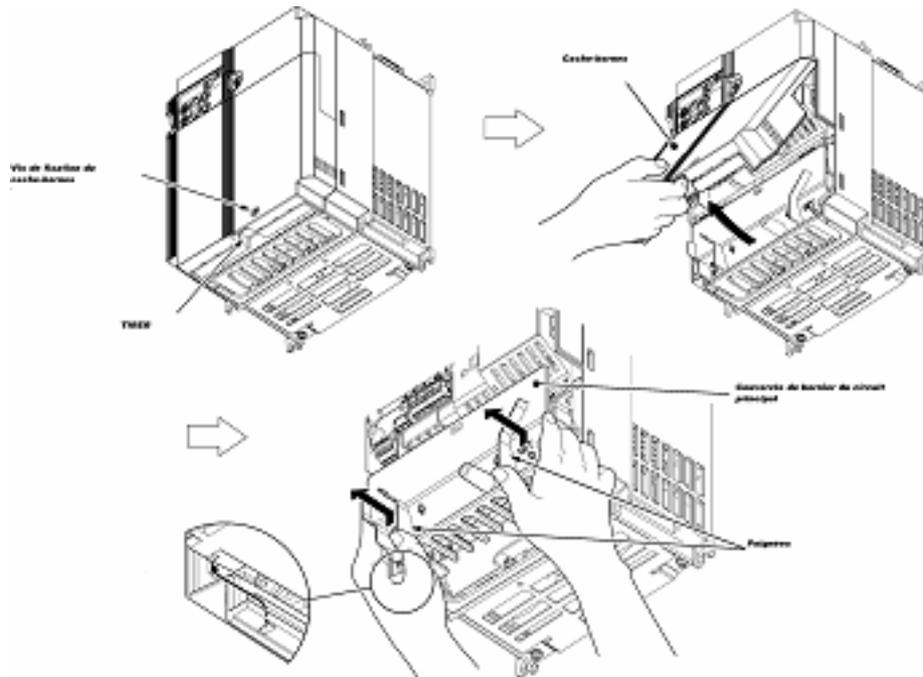

Figure 3.2 Retrait des couvercles (pour les variateurs ayant une capacité de 5,5 kW et de 7,5 kW)
(2) Pour les variateurs ayant une capacité de 5,5kW et de 7,5 kW
- ① Pour retirer le cache-bornes, desserrez d'abord les vis de fixation, mettez vos mains dans la fossette du cache-bornes (indication « PULL »), et tirez-la alors vers vous.
- ② Pour retirer le couvercle du bornier du circuit principal, mettez vos pouces sur les poignées du couvercle du bornier du circuit principal, et enfoncez-les en le soutenant avec vos doigts (veuillez-vous référer à la figure 3.2).